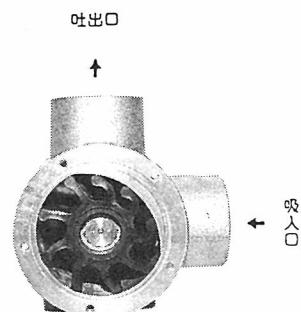

図3
3. 新しいインペラを挿入します。インペラは回転方向に合わせて、回す様にしながら押し入れて下さい。もし、入りにくい場合は、インペラの羽根の先端に少量のグリース又は石鹼液を塗り付けると容易に入ります。この時、インペラの羽根のたわみは必ず回転方向に合わせて下さい。たわみが逆の場合にはポンプが回転しない時があります。(図3参照)